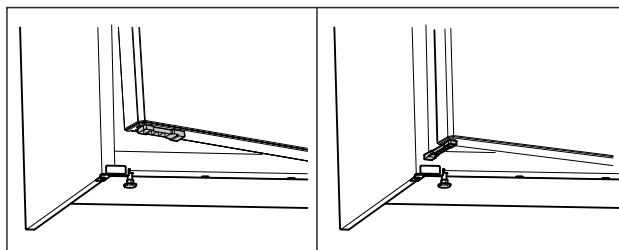

Fig. 59 *
- ▶ Omejevalnik odpiranja vrat obrnite za 90°. (glejte Fig. 59) *